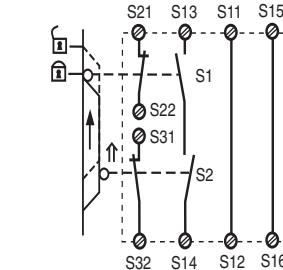

Fig. 7: Control de puerta protectora bicanal, rearne automático/Controllo bicanale riparo mobile, start automatico/Tweekanalige hekbewaking, automatische start
- Fig. 7: Rearne automático para el control de puerta protectora: El dispositivo está preparado para rearnearse con la puerta de protección abierta por medio del circuito de rearne S13-S14. Despues de cerrarse los circuitos de entrada S21-S22 y S31-S32 se cerrarán los contactos de seguridad.
- Fig. 7: start automatico per controllo ripari mobili: Con riparo mobile aperto, il dispositivo è pronto per lo start attraverso il circuito di start S13-S14. Dopo la chiusura dei circuiti di ingresso S21-S22 e S31-S32 i contatti di sicurezza vengono chiusi.
- Fig. 7: Automatische start bij hekbewaking: